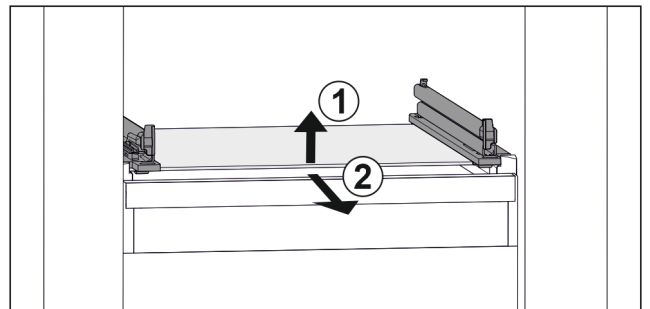

Fig. 139 玻璃隔板例图
- ▶ 抬起玻璃隔板前部。 Fig. 139 (1)
- ▶ 向前取出玻璃隔板。 Fig. 139 (2)